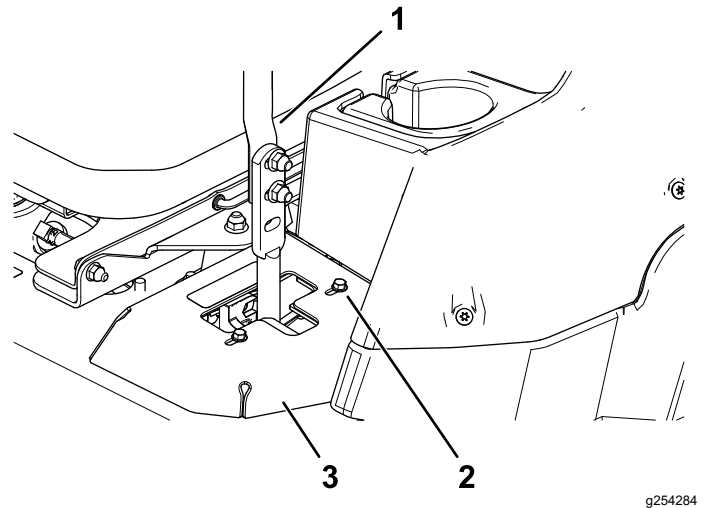

Figura 55
- Si se desvía hacia la derecha, afloje los pernos y ajuste la chapa del tope izquierdo hacia atrás en la ranura en T de la izquierda hasta que la máquina avance en línea recta (Figura 55).
- Si se desvía hacia la izquierda, afloje los pernos y ajuste la chapa del tope derecho hacia atrás en la ranura en T de la derecha hasta que la máquina avance en línea recta (Figura 55).
6. Apriete la chapa del tope (Figura 55).